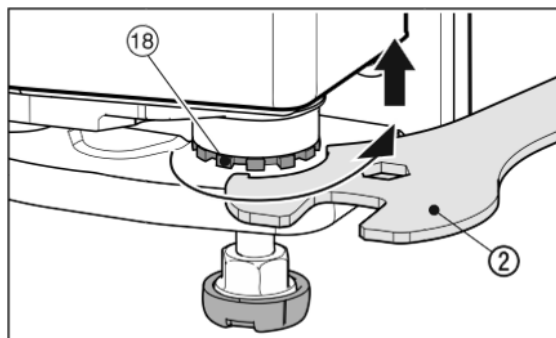

Fig. 18
- ▶ K nadzdvihnutí dvířek vyšroubujte ložiskový čep Fig. 18 (18) přiloženým rozvidleným klíčem Fig. 18 (2) směrem doprava. V dodaném stavu je ložiskový čep zcela zašroubovaný.